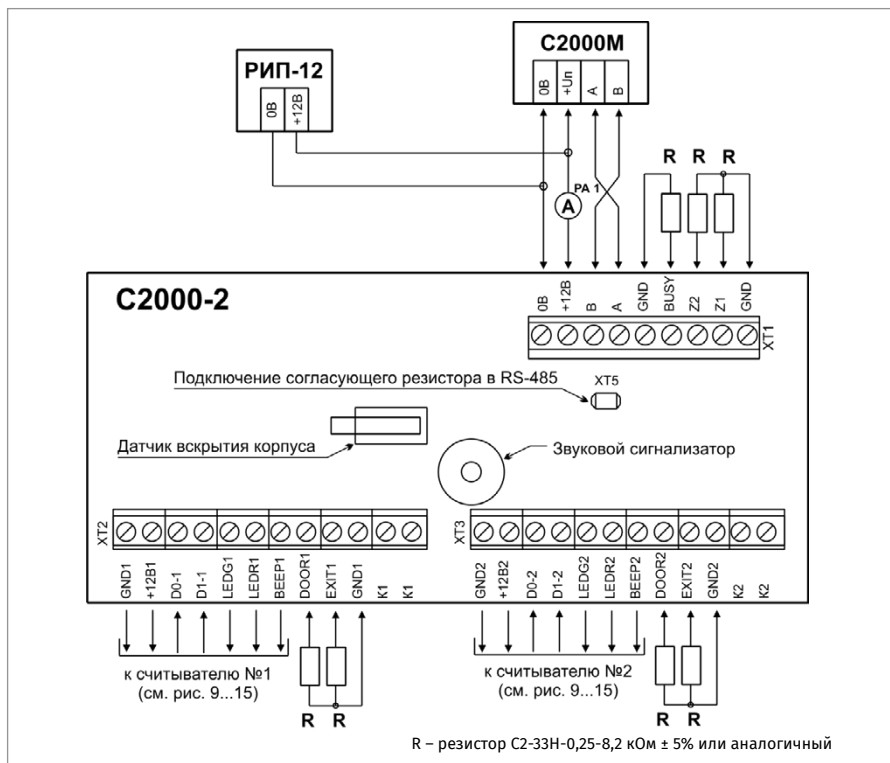

Рисунок 1. Схема подключения контроллера C2000-2 при общей проверке
2.3. Подключите контроллер по схеме, приведенной на Рисунок 1.